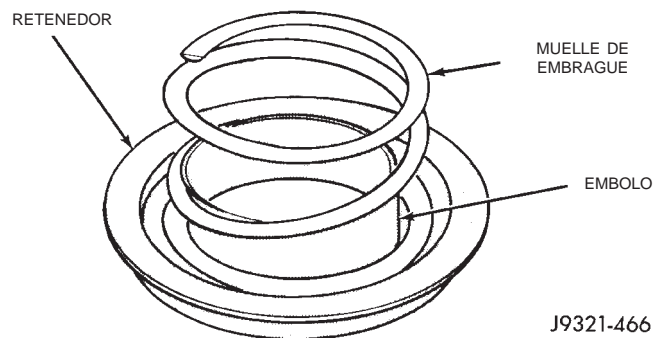

Fig. 137 Instalación del muelle del émbolo de embrague
(5) Emplace el muelle en el émbolo del embrague (Fig. 137).